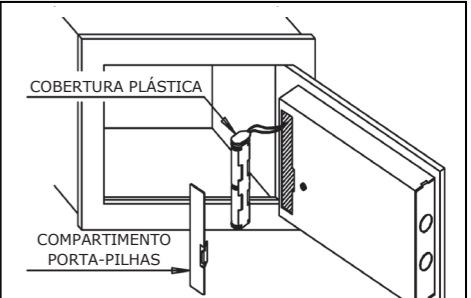

fig. 2
- Después de abrir la puerta de la caja fuerte acceder al hueco puertapilas sacando la tapaderita apropiada (ver fig. 2).
- Após abrir a porta do cofre aceder ao compartimento porta-pilhas removendo a cobertura plástica (ver fig. 2).